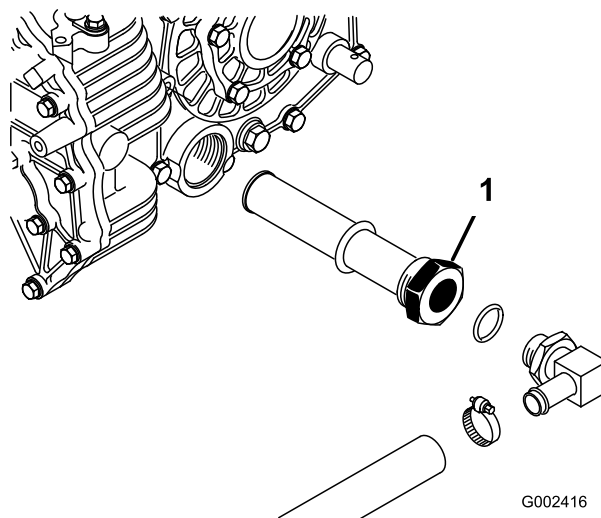

Figura 70
5. Reinei orientarea furtunului hidraulic i a fittingului de 90° conectat la sita de pe partea laterală a rezervorului (Figura 70).